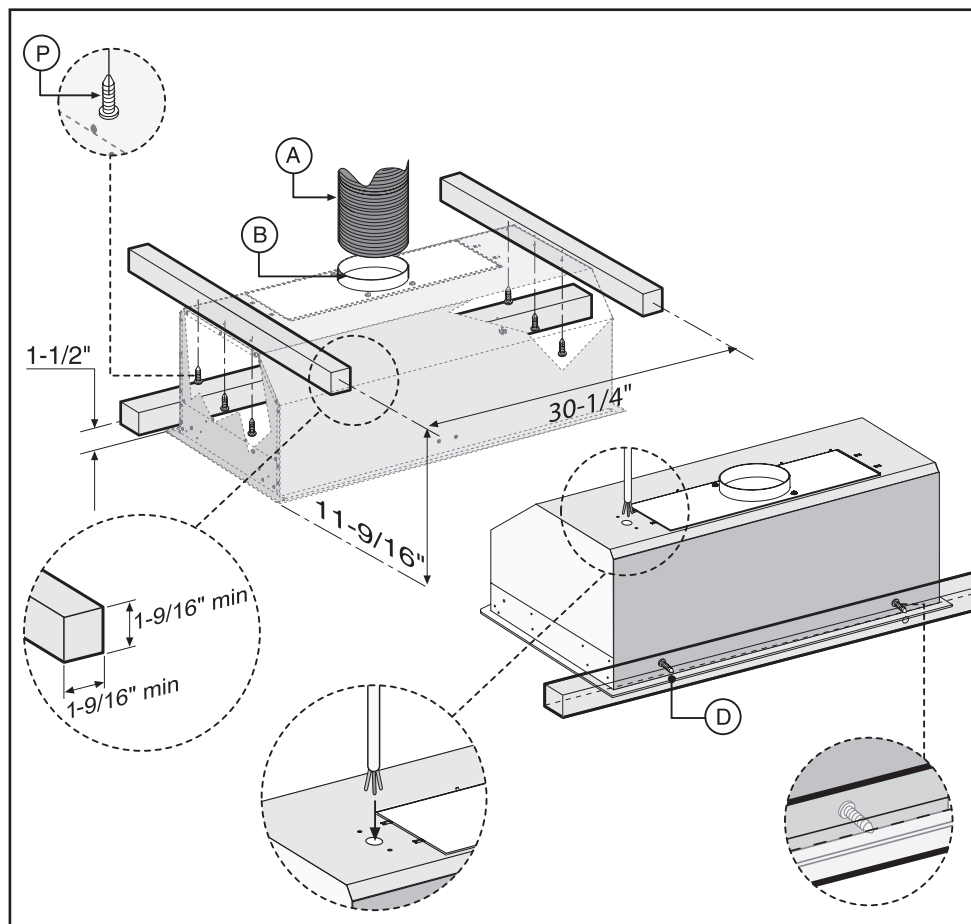
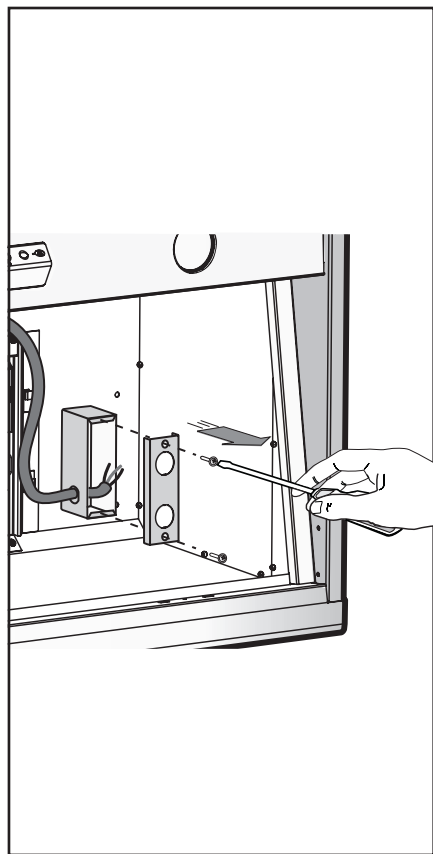

Fig.3
Fig.8
- 1) Fixer la hotte avec le montage en bois (figure 3).
Fixez l'appareil à l'aide des 6 vis **P (Fig.3)**, et procédez à la fixation de sécurité à l'aide des 2 vis **D (Fig.3)**.
Insérer la hotte à l'intérieur du meuble (**Fig.8**) en veillant à ce que les 4 ressorts soient bien encastrés.
Grâce à ce type d'installation, l'appareil évacue les vapeurs de cuisson à l'extérieur à travers un mur de l'habitation ou dans un conduit préexistant. Il faut donc se munir d'un tuyau d'évacuation de l'air **A** (non fourni) non inflammable, du type préconisé par les normes en vigueur et le raccorder à la bride **B** (**Fig.3**).
Pour brancher l'appareil au réseau d'alimentation électrique, suivre les indications reportées sur la **figure 3 - figure 8**: